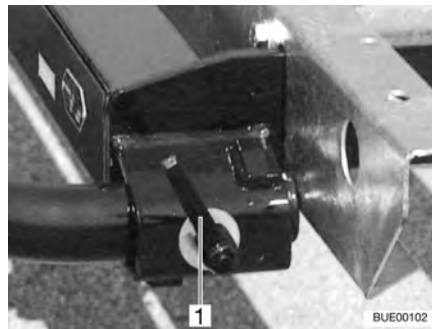

Fig. 3 Verrouillage rapide
- Emboîter le porte-charge à gauche et à droite dans les fixations sur le cadre et le bloquer avec un verrouillage rapide (Fig. 3,1).
- Ouvrir le verrouillage rapide (Fig. 3,1) et retirer le porte-charge des fixations du cadre.